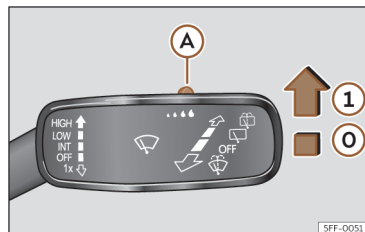

Fig. 104 Palanca del limpiaparabrisas: ajustar el sensor de lluvia (A).
Presione la palanca a la posición deseada >>> **fig. 104**.
- ① Sensor de lluvia activo; barrido automático si es necesario.
Tras desconectar el encendido y volver a conectarlo, el sensor de lluvia permanece activado y funciona de nuevo cuando el limpiaparabrisas está en la posición >>> fig. 104 ① y se circula a más de 16 km/h (10 mph).